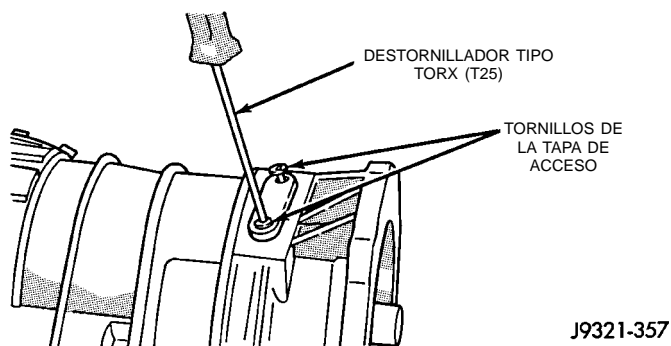

Fig. 207 Desmontaje/instalación del tornillo de la tapa de acceso
(3) Retire los tornillos de cabeza Torx que fijan la tapa de acceso y la junta a la caja de sobremarcha (Fig. 207).